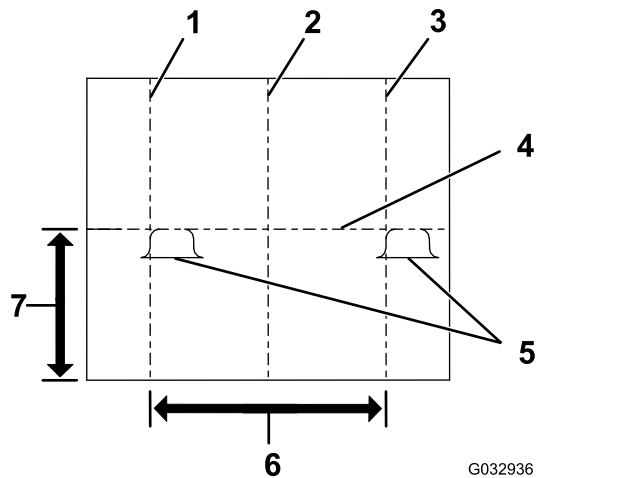

Figura 27
4. Marque la línea central vertical del vehículo en la pantalla (Figura 27).
5. Marque la línea central vertical de los faros en la pantalla (Figura 27).
6. Marque la línea central horizontal de los faros en la pantalla (Figura 27).
7. Ajuste los faros del quitanieves hasta que los puntos más luminosos de las luces bajas del quitanieves estén alineados como se muestra en la Figura 27.